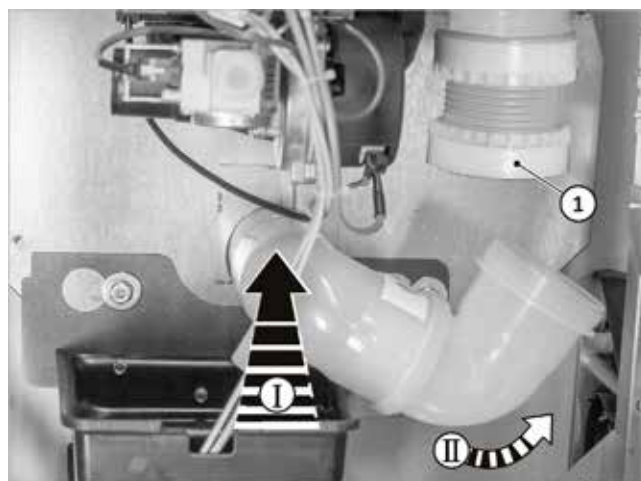

Fig. 38: Montaje del codo de salida de humos
- Tire hacia abajo de la tuerca de racor (v. → fig. 38, 1) y enrósquela con el codo de salida de humos.